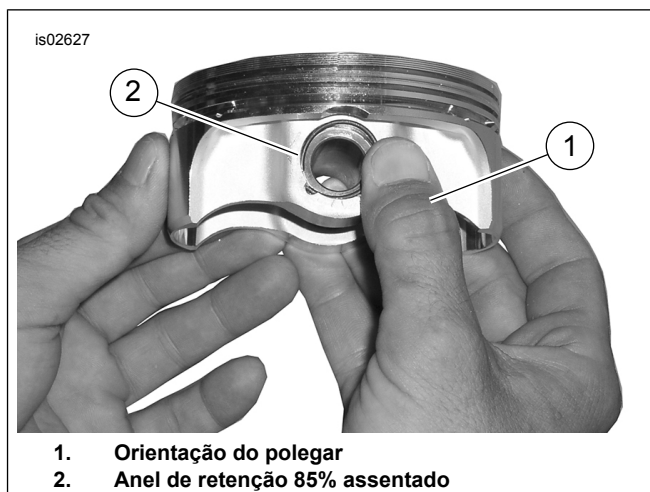

Figura 4. Instalação do anel de retenção
2. Veja Figura 4. Posicione o polegar (1) conforme exibido. Pressione firmemente até que 85% do anel de retenção (2) esteja assentado na ranhura.